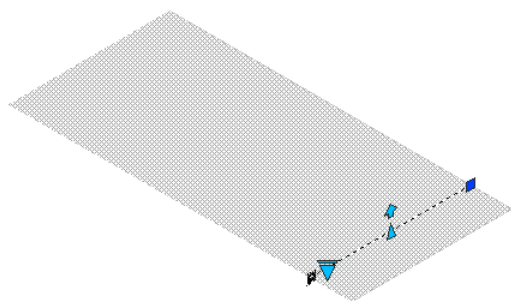

图 10-60 编辑活动截面
1) 激活活动截面：选择该选项，活动截面被激活，可以对其进行编辑，同时原对象不可见，如图 10-60 所示。
4) 将折弯添加至截面：选择该选项，系统提示添加折弯到截面的一端，并可以编辑折弯的位置和高度。在图 10-60 所示的基础上添加折弯后的截面平面如图 10-66 所示。